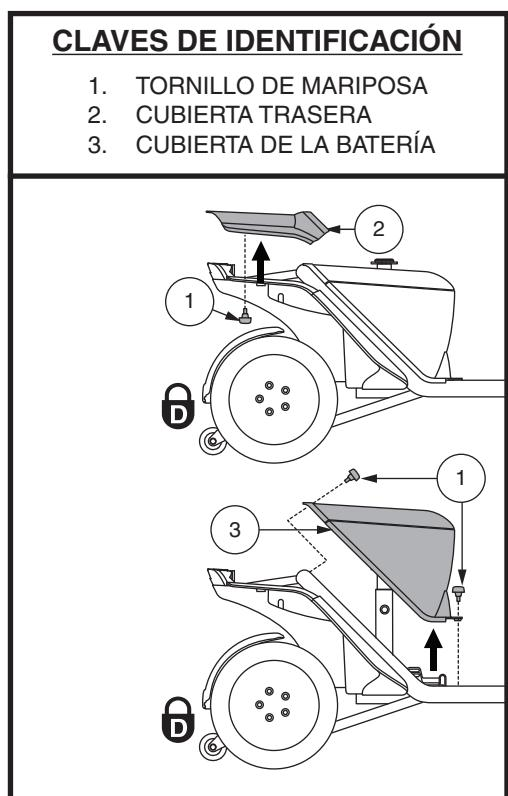

Figura 12. Remoción de la cubierta trasera/Instalación
2. Retire la cubierta trasera quitando los dos (2) tornillos de mariposa que la fijan al chasis del vehículo, y luego levante la cubierta en forma recta hacia arriba retirándola del vehículo. Ver la figura 12.
3. Retire la cubierta de la batería quitando los cuatro (4) tornillos de mariposa que la fijan al chasis del vehículo, y luego levante la cubierta en forma recta hacia arriba retirándola del vehículo. Ver la figura 12.